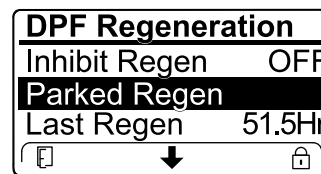

Bild 62
- Wenn der Motorcomputer eine Wiederherstellung-Regenerierung anfordert oder eine Wiederherstellung-Regenerierung ausführt und Sie auf die Option PARKED REGEN navigieren, ist die geparkte Regenerierung gesperrt und das Schloss-Symbol (Bild 62) wird unten rechts im InfoCenter angezeigt.